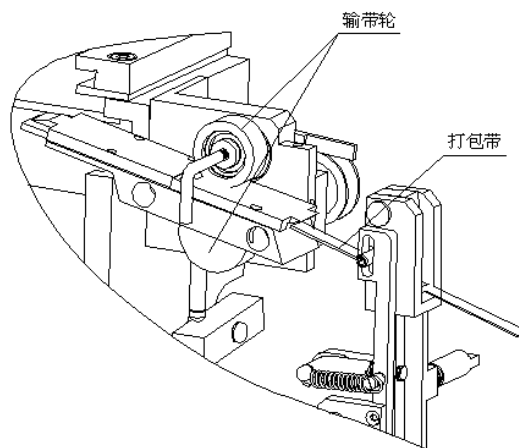

图 3-7
- ②.带头从带仓上部开口拉出之后，插入如图 3-7 所示的拉紧摆杆中，并穿过两个输带轮，此时旋转控制面板中 3 旋钮到“SEND”位置，捆扎带会自动充满带道，此时送带完成，捆扎准备工作就绪。